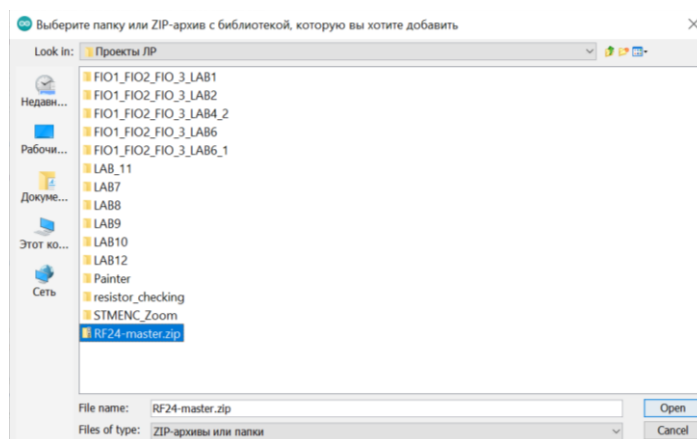

Рисунок 12.6 – Выбор библиотеки RF24
3) В появившемся меню выберите файл RF24-master.zip (рисунок 12.6):